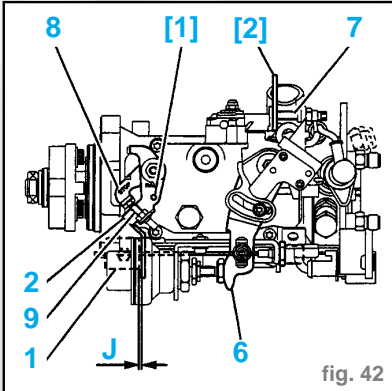

fig. 42
- Placer une cale de 3 mm [2] entre le levier de charge (6) et la vis de butée anticalage (7) (fig. 42).